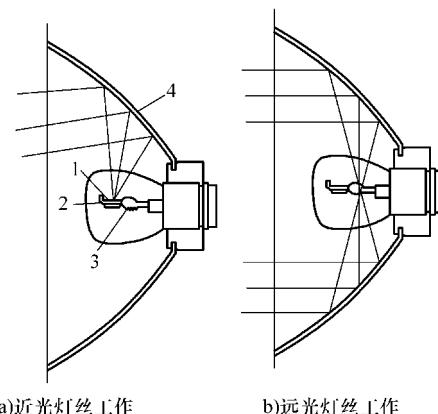

图 10-18 双灯丝前照灯工作原理
2) 工作原理。如图 10-18 所示,以双灯丝前照灯为例,说明其工作原理。